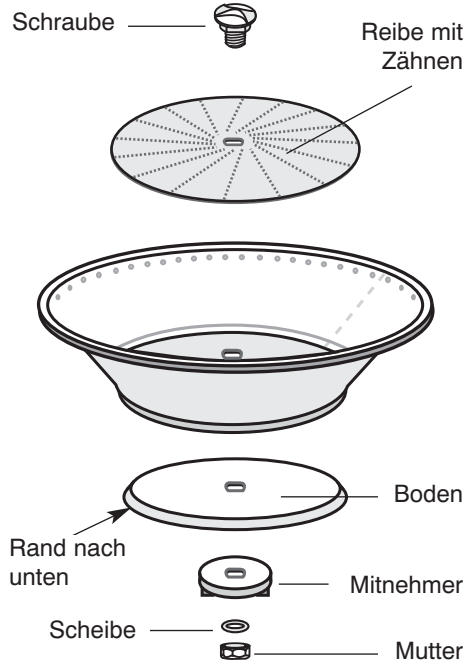

Abb. 9
- **Zur periodischen Reinigung** können die Korbteile entfernt werden, indem die Korbmutter abgeschraubt wird (Abb. 9).
Entfernen der Korbteile muss der Korb mit einer Hand festgehalten und die Mutter mit einem Steckschlüssel Nr. 13 (Abb. 9) abgeschraubt werden. Danach die Schraube durch Drücken entfernen.
Alles wieder in umgekehrter Reihenfolge einbauen (Abb. 9) und beachten, dass der Korbboden mit dem Rand nach oben eingebaut wird. **Zum Zusammenbau der Korbteile**, diese mit dem Steckschlüssel Nr. 13 anziehen. Vergewissern Sie sich, dass gut angezogen wurde.